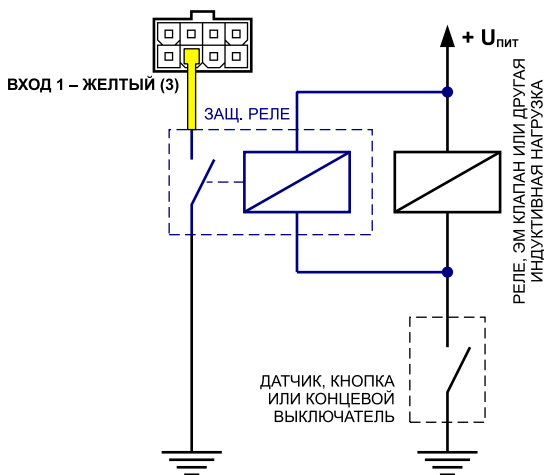

Рисунок 2.
2. **Защитное реле** (рис. 2) – устанавливается параллельно индуктивной нагрузке. При этом контакты защитного реле служат для замыкания входа контроллера на «массу».